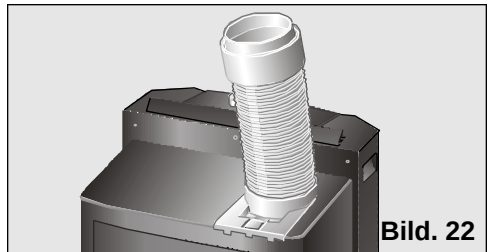

Bild. 22
- ☐ Avlägsna luftspridarmunstycket och placera röret för luftutsläpp enligt det som framgår av Bild 22.